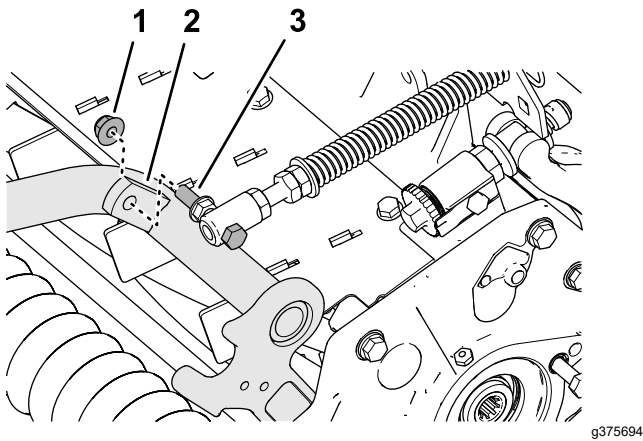

Figura 10
4. Monte el tornillo del muelle de compensación del césped en la pestaña derecha del bastidor de tiro (Figura 10) con la contratuerca con arandela prensada ($\frac{3}{8}$ ").